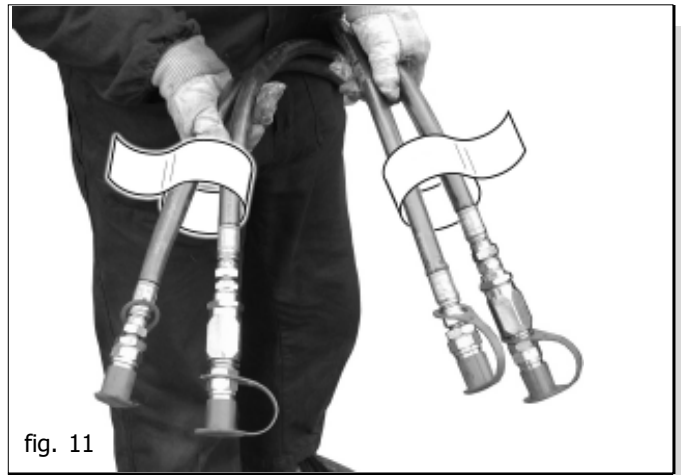

fig. 11
- 4) Collegare correttamente i tubi oleodinamici ai distributori del trattore (vedi capitolo 3.1) seguendo l'indicazione riportata su ogni tubo (Fig. 11).